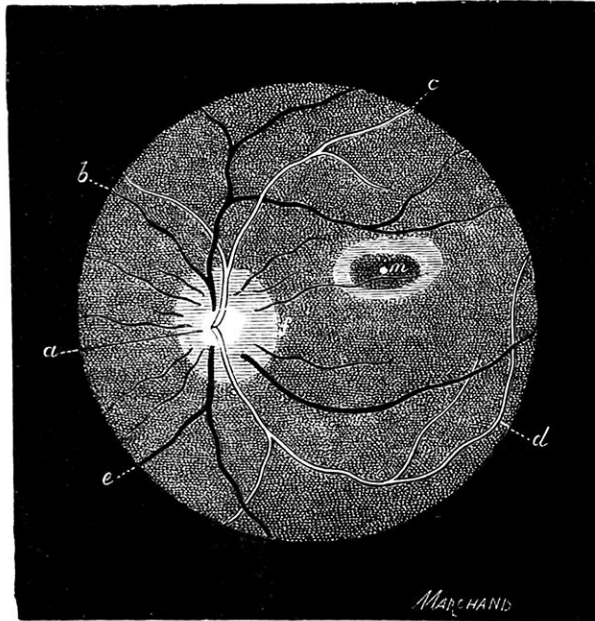

FIG. 2. — ASPECT DU FOND DE L'ŒIL
Le fond de l'œil, au point de vue macroscopique, présente l'aspect de la figure 2 (1).